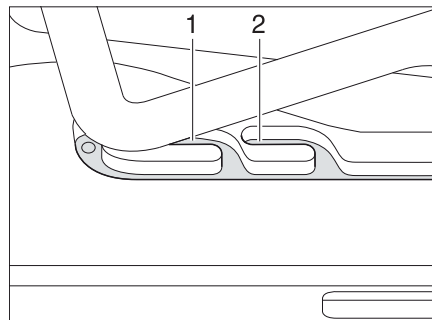
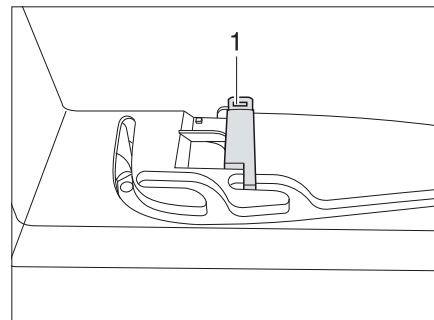

Fig. 48 Lanterneau Heki en position de ventilation
Fig. 49 Verrouillage position de ventilation
Il est possible d'amener le lanterneau Heki en deux positions de ventilation : Position pour mauvais temps (Fig. 48,1) et position intermédiaire (Fig. 48,2). Suivant le modèle, il est possible de verrouiller le lanterneau en position intermédiaire avec le verrou (Fig. 49,1).
- Pousser légèrement l'étrier vers le haut, le pousser dans la glissière choisie (Fig. 48,1 ou 2) et le verrouiller si nécessaire.